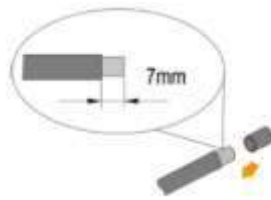

Fig. 4-37 Retirada del aislamiento
- 1) Quite el aislamiento de cada cable CC en 7 mm (Fig. 4-37).